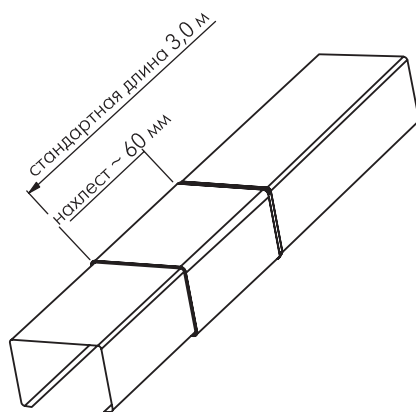

Рис. 4.5: RHEINZINK® – колпак, стык профилей с расширением
1. Готовый колпак для монтажа, механически спрофилированный с расширением 8 мм для точного соединения внахлест (см. рис. 4.5.)
Планка из оцинкованной стали, колпак для завершения конька, колпак для завершения свеса кровли и фасада, колпак, стандартная длина 3,0 м с расширением или пасом длиной 8 см (см. рис. 4.5)